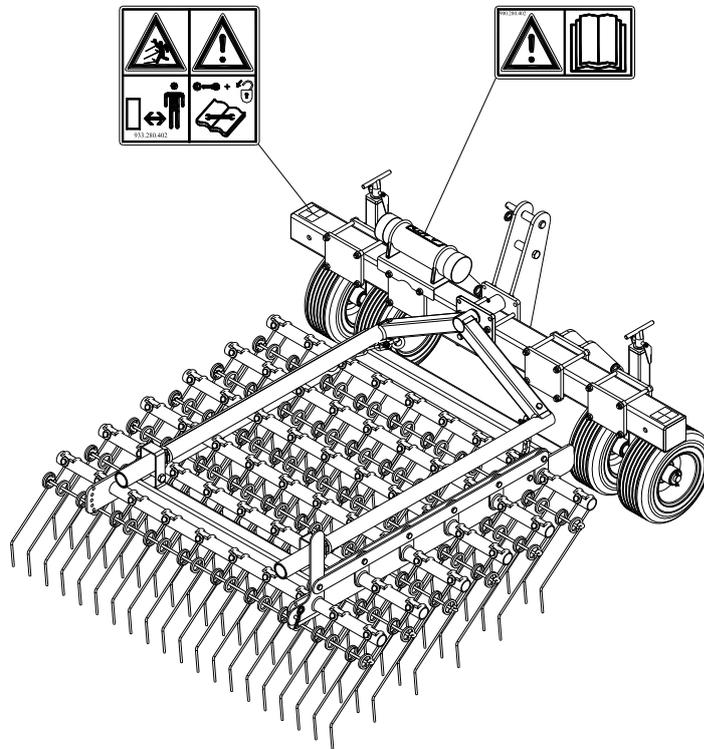

Fig. 5
De part et d'autre du Verti-Rake se trouvent (Fig. 5) des autocollants de sécurité (Fig. 2, 3, 4) avec une signification concordante. Ces autocollants de sécurité doivent être toujours bien visibles et lisibles et doivent être remplacés lorsqu'ils sont endommagés.
(7) Emplacement des autocollants de sécurité. (Fig. 5)